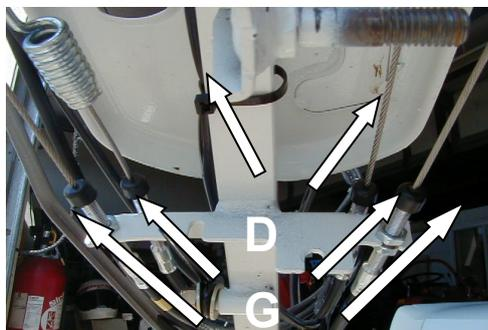
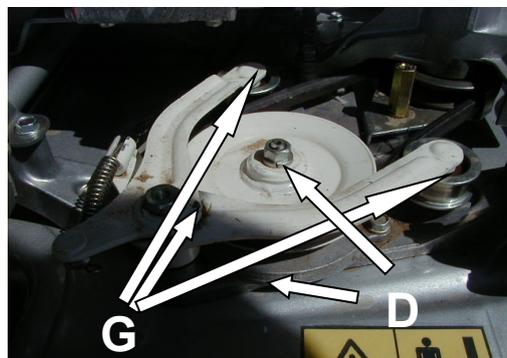
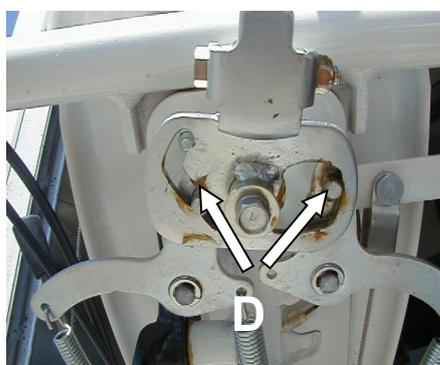
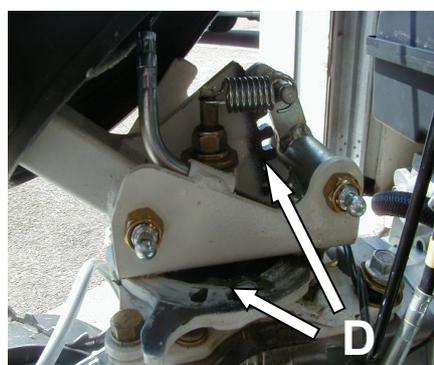

Figure 21
Figure 20
Figure 22
Figure 23
- Lubrifiez les points G avec de l'huile fine (Figure 20 et Figure 21), les points D avec de la graisse NLGI N°2 (Figure 22 et Figure 23) et les points D avec de l'huile fluide.